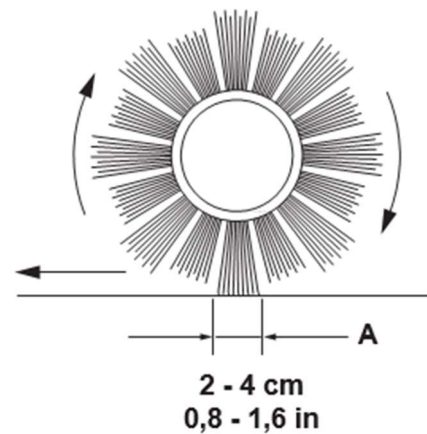

Рис. 20
- Проверьте, что отпечаток основной щетки (А, рис. 20) по всей длине имеет ширину от 2 до 4 см.
Если отпечаток (А, рис. 20) не соответствует техническим характеристикам, отрегулируйте высоту основной щетки в соответствии со следующими процедурами.
Если отпечаток (А, рис. 20) невозможно отрегулировать должным образом из-за различной длины щетины, что приводит к различному давлению на пол, см. руководство по сервисному обслуживанию.